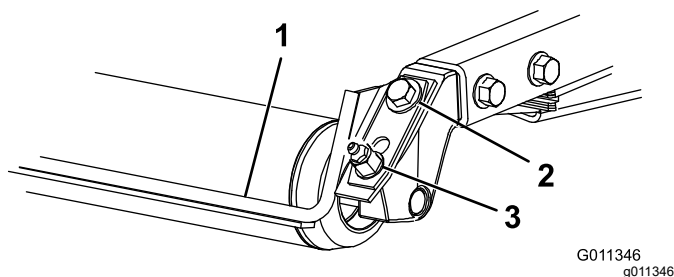

Bild 7
1. Lösen Sie die Schmiernippel und Befestigungsschraube (**Bild 7**).